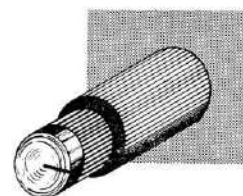

Fig. 7
Sélecteur (A), repère de position en bout de la partie centrale de la touche (fig. 7).
Exercer une traction sur la partie centrale de la touche et la tourner simultanément pour placer le trait repère (fig. 7) en face de la position correspondant à la bande désirée (voir tableau page 10).